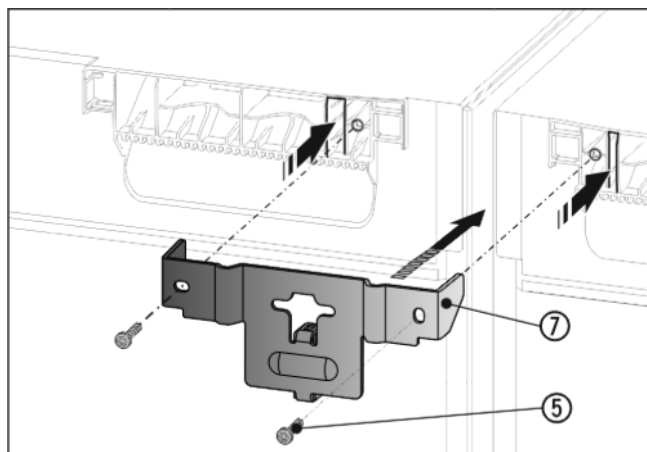

Fig. 9
- Надвинуть угол Fig. 9 (7) с помощью распорной детали между устройствами и накладками в крышку устройства. Прикрутите 2 винтами Fig. 9 (5).